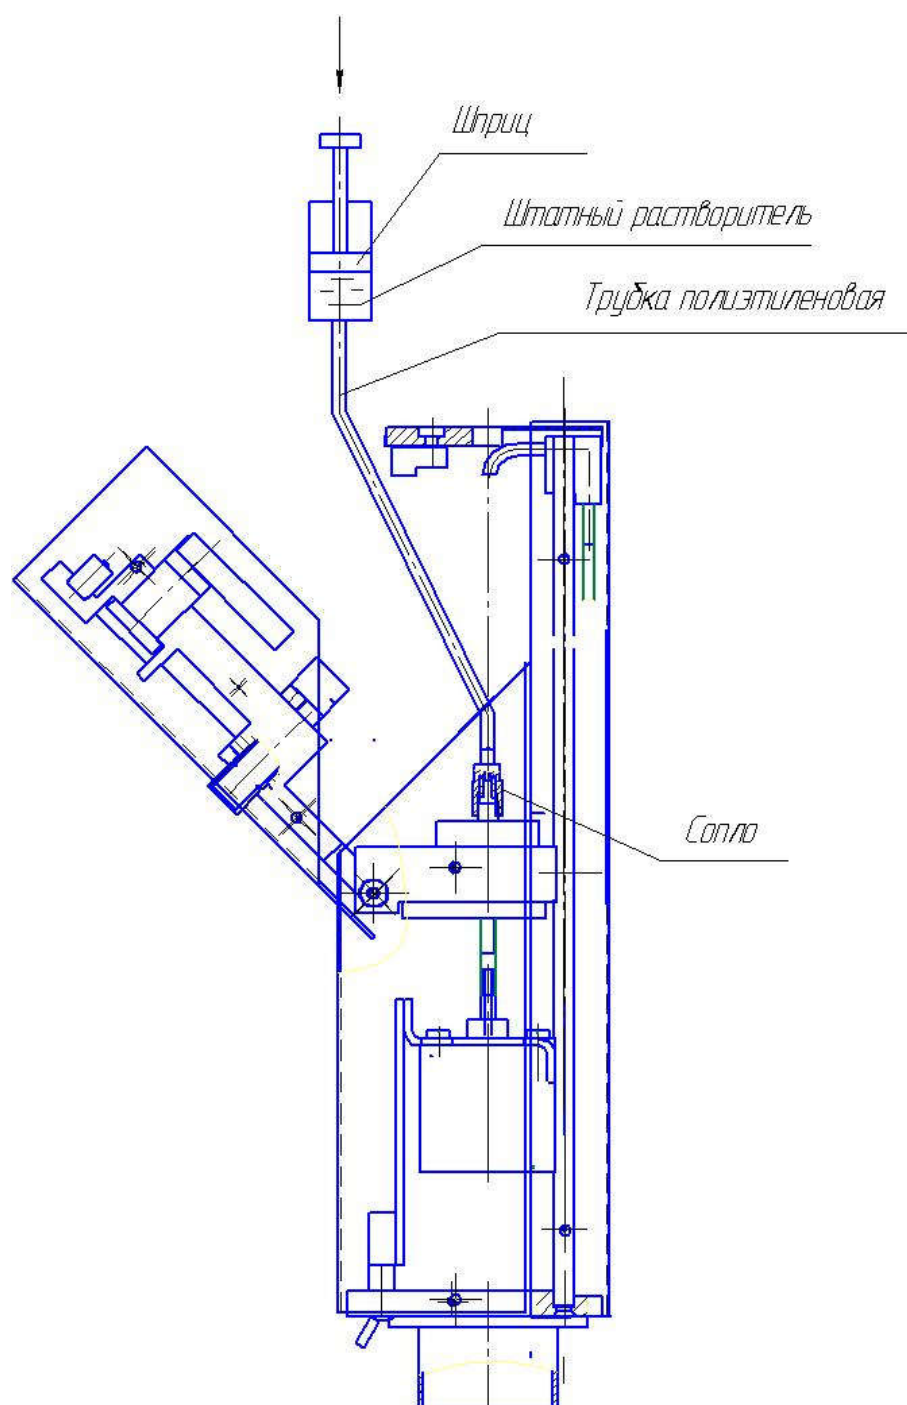

Рис. 3.2.1 Прямоугольная печатающая головка
Процесс прочистки соплового элемента выполняется следующим образом (см.рис.3.2.1):
4.	Проводить прочистку сопла путем принудительной ручной подачи жидкости с помощью шприца. Для этого: а) ПГ держать в вертикальном положении, как показано на рис. 3.2.1, и надавить с усилием (1-2 кг) на поршень шприца для подачи жидкости в сопло в течении 10-15 сек. б) Отсоединить ПЭ трубку со шприцем от сопла.